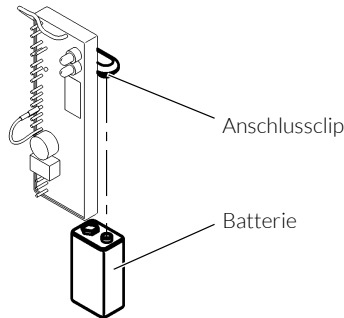

Abb. 4: Batteriewechsel
- / Batterie hinter der elektrischen Schaltung von dem Anschlussclip der Anschlussleitung lösen (siehe Abb. 4).